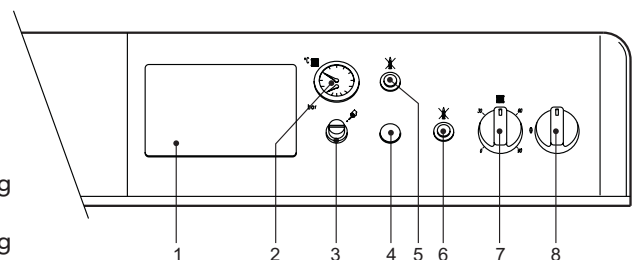

Abb. 1
- Den Schalter "8" auf 1 stellen (Abb. 1).
- Falls die Therme mit einer elektronischen Temperaturregeleinheit ausgestattet ist, die in der auf Abb. 1 dargestellten Position 1 montiert wird, muss der Benutzer auch die vom Hersteller der Regelung gelieferten Anleitungen befolgen.
Durch Drehen des Drehschalters 7 von Abb. 1 im Uhrzeigersinn wird die Heizwassertemperatur erhöht, gegen den Uhrzeigersinn wird sie verringert. Die Temperatur kann innerhalb eines Bereichs von mindestens 30° bis maximal 90° eingestellt werden. Es wird jedoch empfohlen, den Heizkessel nicht unter 45° zu betreiben.
Die gewünschte Raumtemperatur wird mit dem Raumthermostat eingestellt. Auf Befehl des Raumthermostats wird die Therme eingeschaltet, um das Anlagenwasser auf die am Heizkessel-Regelthermostat 7 von Abb. 1 eingestellte Temperatur zu bringen. Bei Erreichen der gewünschten Raumtemperatur wird der Wärmeerzeuger abgeschaltet.
Bei kalter Anlage muss der Einfülldruck am Wasserstandszeiger der Therme Pos. 2 Abb. 1 ca. 1 Bar betragen. Falls der Anlagendruck während des Betriebs (aufgrund Verdampfung der im Wasser aufgelösten Gase) unter diesen Mindestwert sinken sollte, muss der Benutzer den Wasserhahn öffnen, um ihn wieder auf den ursprünglichen Wert zu bringen. Nicht vergessen, den Wasserhahn nach diesem Vorgang wieder zu schließen.